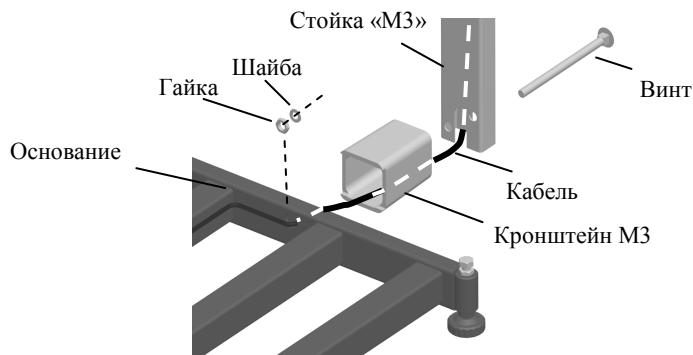

Рис. 5.3 - Крепление прямоугольной стойки к модулю ТВ-М
- Протянуть кабель через кронштейн и стойку, Рис. 5.3.